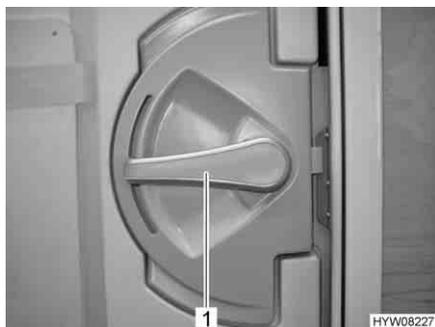

Fig. 25 Serratura della porta, porta di ingresso, lato interno
- Apertura:* ■ Premere la maniglia della porta (Fig. 25,1) verso il basso.
- Bloccaggio:* ■ Ruotare la maniglia della porta (Fig. 25,1) per circa 45° verso l'alto e lasciarla in questa posizione.